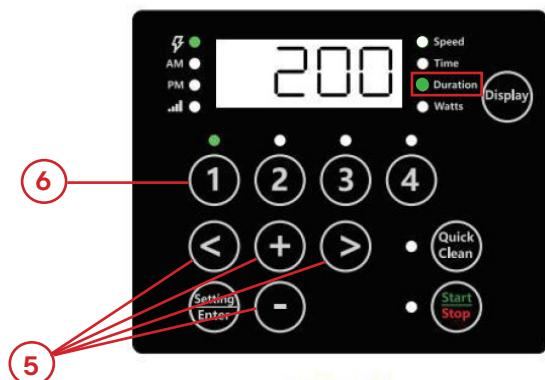

Figure 11
- 6) Appuyez sur "1". La durée de SPEED 1 s'affiche. Le voyant du paramètre "Durée" commence à clignoter. **Voir Figure 11.**